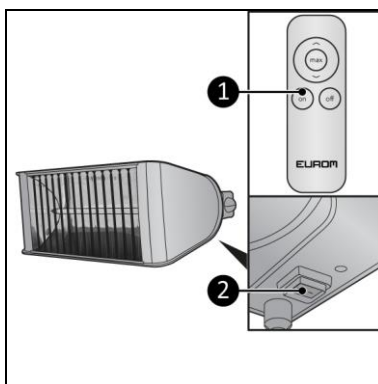

Figure 11
1. Appuyez sur le commutateur ON/OFF (figure 11, pos. 2).
3. Appuyez sur la touche ON de la télécommande (figure 11, pos. 1).